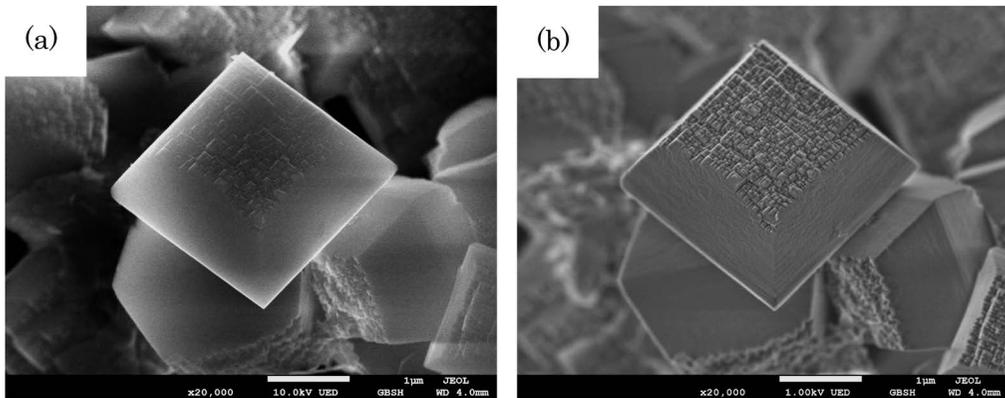

図2 (a) チャージアップ現象が起こっているSEM像
走査型電子顕微鏡（Scanning Electron Microscope, SEM）は、試料の表面形態、元素の種類と分布、組成等を測定する装置です。電子線（プローブ電流）を試料に照射すると、試料表面から二次電子^[1]、反射電子^[2]、特性X線^[3]などが放出されます（図1）。電子線を二次元的に走査しながら、二次電子の多いか、少ないかを検出し、1枚の画像にすることで、試料表面の凹凸を観察することが出来ます。試料に照射した電子は、エネルギーを失って試料中に吸収されます（吸収電子^[4]）。試料が導電性であれば、電子は試料内部から試料ステージへ流れますが、ゼオライトなどの非導電性試料の場合、電子が試料中に留まるため帯電が発生し、明るさにむらが生じる、輝線が入る、像が歪む、SEM像に立体感がないなどの現象がみられます。このことをチャージアップ現象と言います（図2(a)）。
- ・金属コーティングを行わない場合は、試料の単位表面あたりに照射する電子のエネルギーを小さくする。(加速電圧^[5]を下げる (図2(b))。または、照射電流^[6]を小さくする。) 2次電子の放出量が減ると、観察しにくくなる。